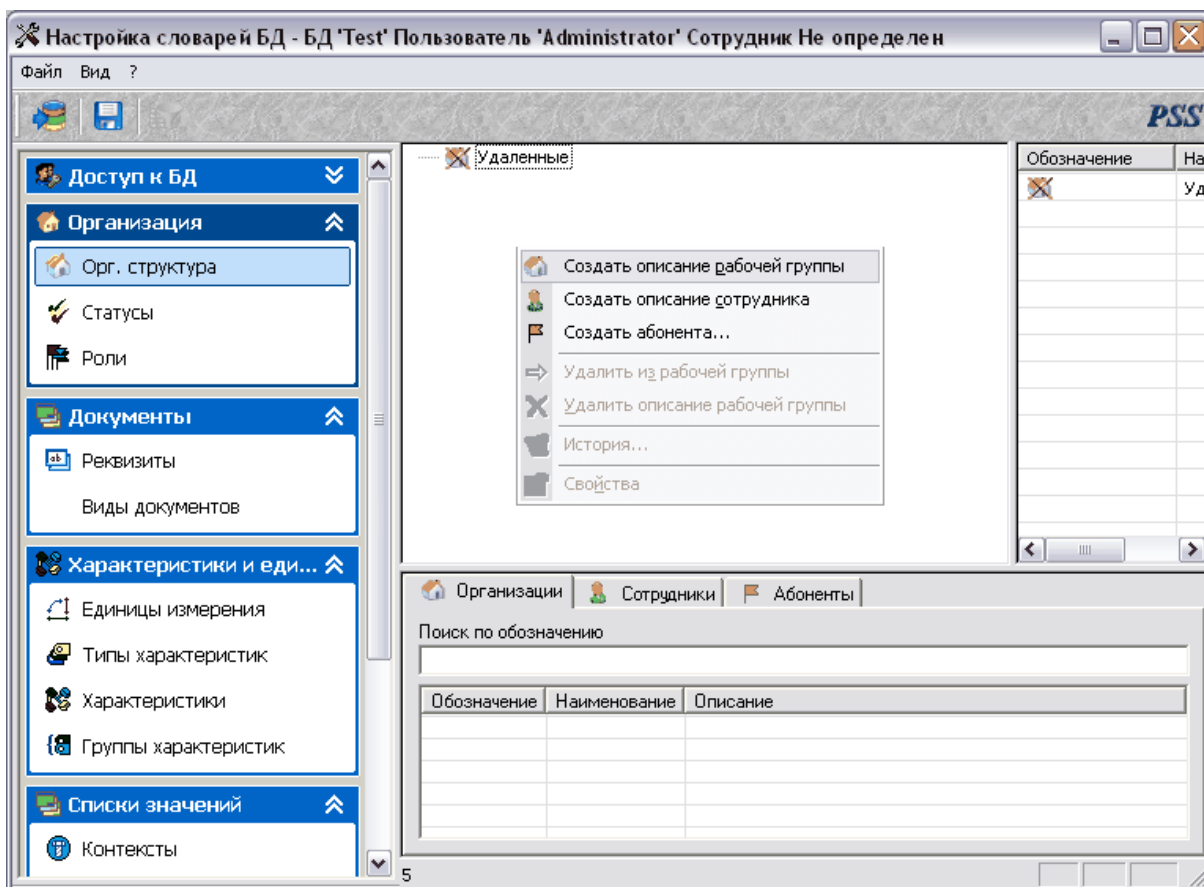

Рис. 36. Создание описания рабочей группы
- Нажмите правой кнопкой мыши на поле отображения структуры организации (Рис. 36).